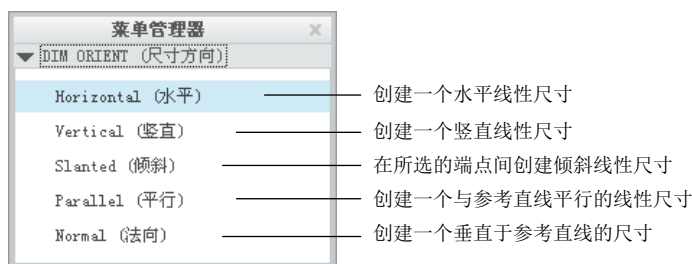

图 6.5.5 “尺寸方向” 菜单
Step5. 在图 6.5.5 所示的 **▼ DIM ORIENT (尺寸方向)** 菜单中, 选择 **Horizontal (水平)** 命令, 创建水平方向的尺寸 (在标注点到点的距离时, 图 6.5.5 所示的菜单才可见)。